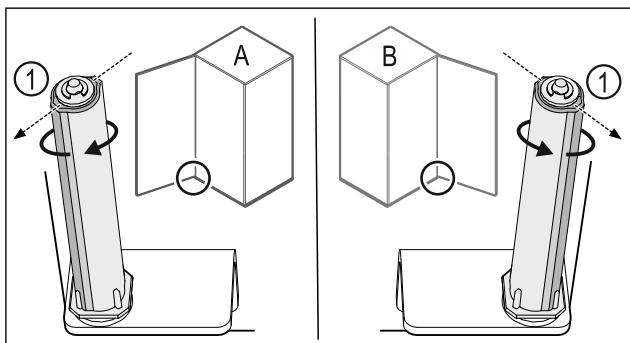

Fig. 23 Розкриття ліворуч (A) / Розкриття праворуч (B)
- Систему закриття повернати проти опору доки перемичка системи закриття Fig. 23 (1) не показуватиме назовні.